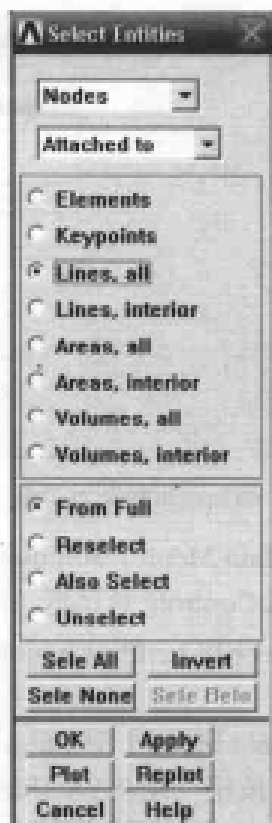

图 9-42 选择节点对话框
(4) 选择 Utility Menu | Select | Entities 命令, 出现 Select Entities 对话框, 在第 1 个下拉列表框中选择 Nodes 选项, 在第 2 个下拉列表框中选择 Attached to 选项, 在第 3 个选项组中选 Lines, all 单选按钮, 如图 9-42 所示, 单击 OK 按钮关闭该对话框。